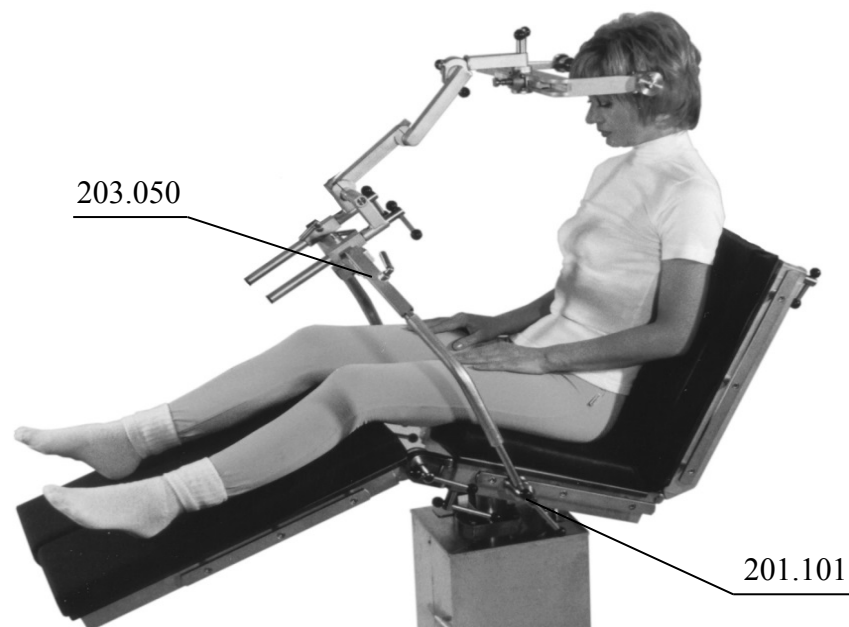

**Рисунок 8.**
6.4 В положении пациента «сидя» элементы комплекта размещаются на поперечной приставке 203.050, установленной на боковых направляющих стола в зубчатых зажимах 201.101 (Рисунок 8).